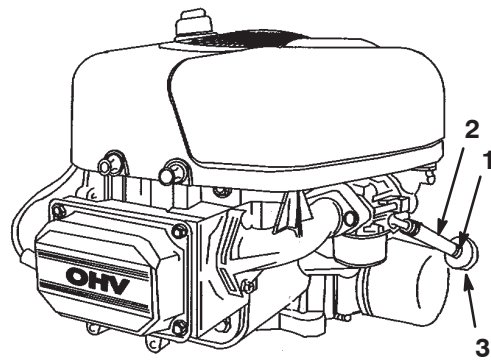

Bild 26
7. Drücken Sie die Enden der Schlauchklemme zusammen und schieben sie an der Kraftstoffleitung nach oben zum Kraftstofftank (Bild 26).
8. Ziehen Sie die Kraftstoffleitung vom Filter (Bild 26) herunter und lassen das Benzin in einen Benzinkanister oder eine Auffangschale ablaufen.
Tauschen Sie den Kraftstofffilter am besten aus, wenn der Tank leer ist (Bild 26). Bringen Sie niemals einen schmutzigen Filter wieder an, nachdem Sie ihn von der Kraftstoffleitung entfernt haben.
6. Drücken Sie die Enden der Schlauchklemmen zusammen und schieben Sie sie vom Filter weg (Bild 26).